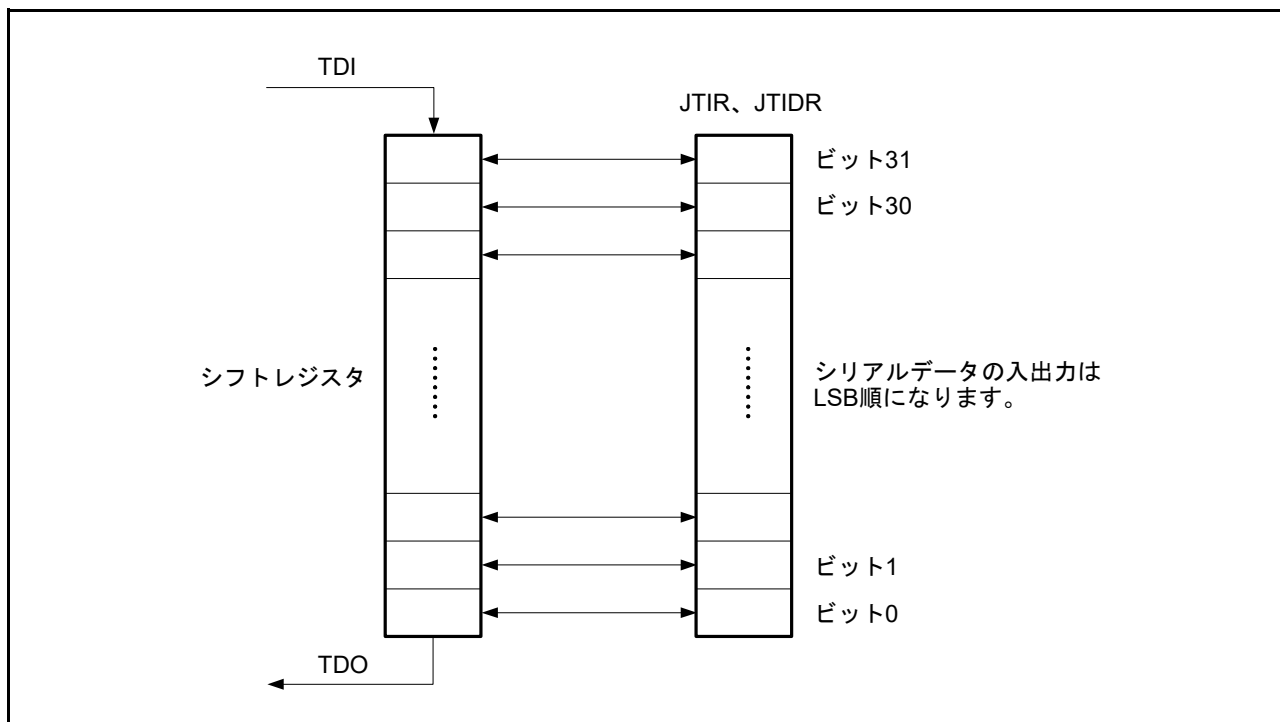

図 37.3 シリアルデータ入出力
- 図 37.3 で示すとおりシリアルデータは LSB（最下位ビット）順に入出力する